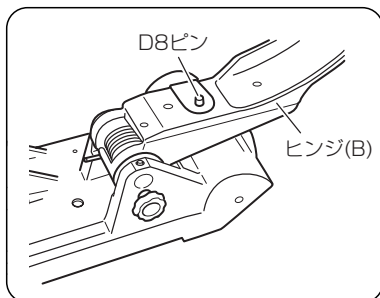
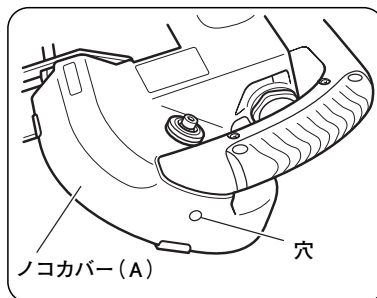

図 33
図 34
- (1) 定置式スタンドのヒンジ部を後側（車輪側）に倒します。（図 33）
- (2) 本体ノコカバー（A）の穴（図 34）をヒンジ（B）の D 8 ピン（図 33）にはめ込みます。